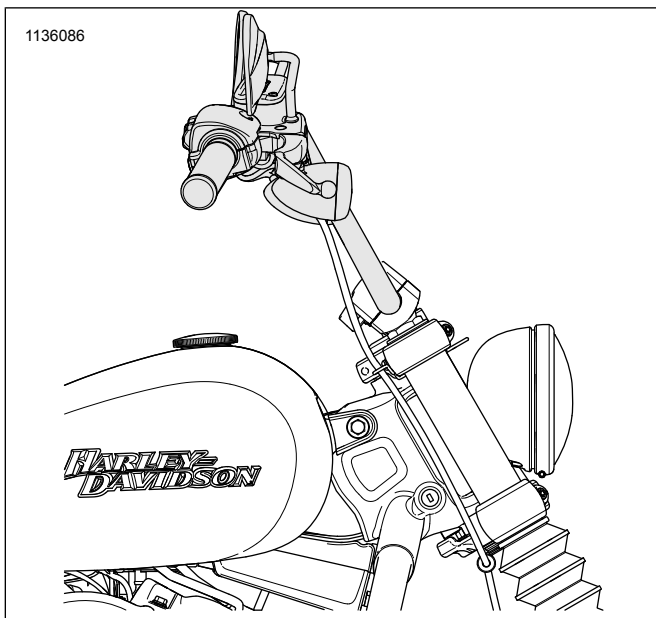
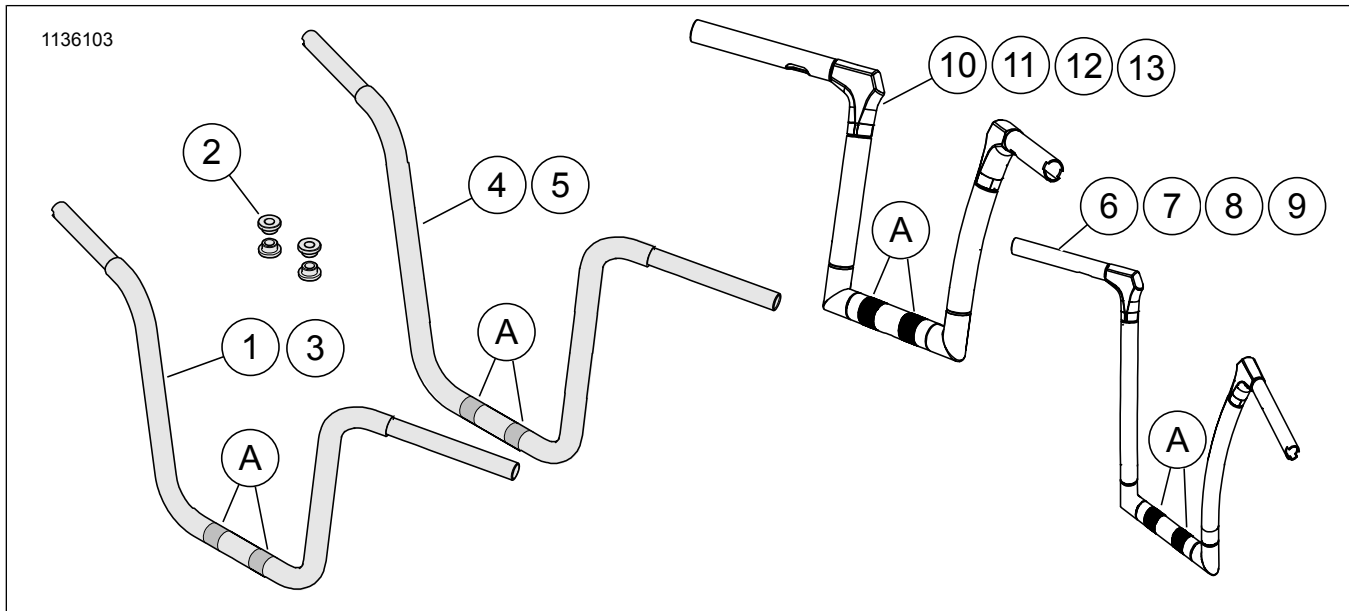

Figure 4. Orientation d'installation du guidon (typique)
Figure 5. Pièces de rechange : Guidon
1. Consultez Figure 5 . Installez le guidon (1) à la base de l'élévateur, en acheminant les faisceaux de fils vers le bas dans le support de fourche supérieur.
2. Positionnez le guidon avec les zones moletés (A) centré sur la base de l'élévateur.
4. Consultez Figure 4 . Ajustez l'angle du guidon. Les montants du guidon sont à peu près parallèles à la fourche avant.
6. Consultez Figure 5 . Installez des bouchons (2) dans le guidon.